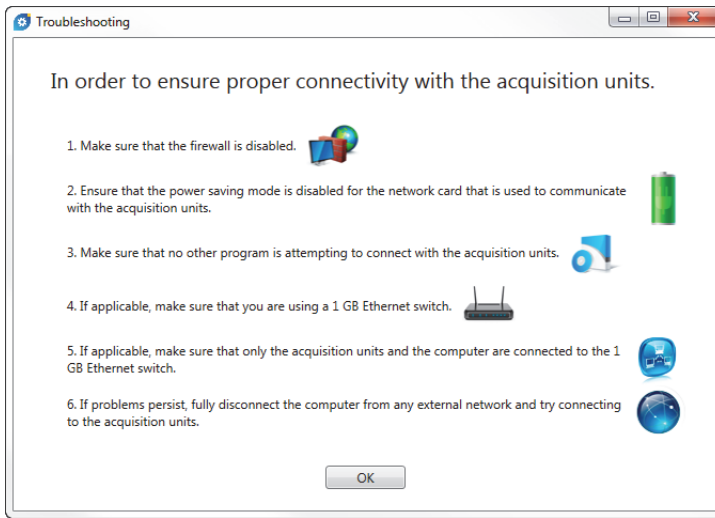

Figure 1-21 Boîte de dialogue de résolution de problèmes
- ◆ Cliquez sur **Troubleshooting** pour consulter la liste des causes possibles des problèmes de connexion et suivez les instructions fournies (Figure 1-21 à la page 42).